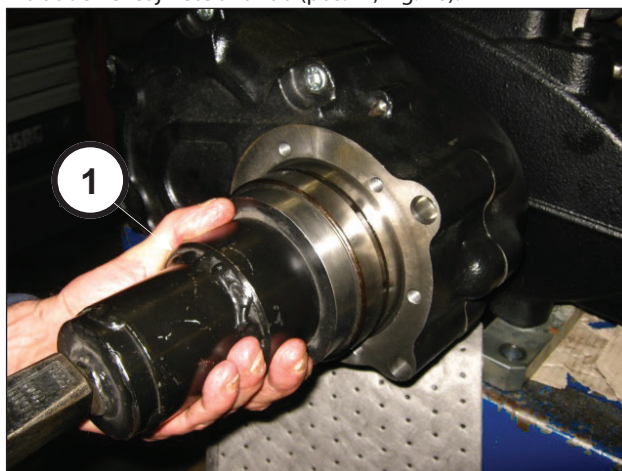
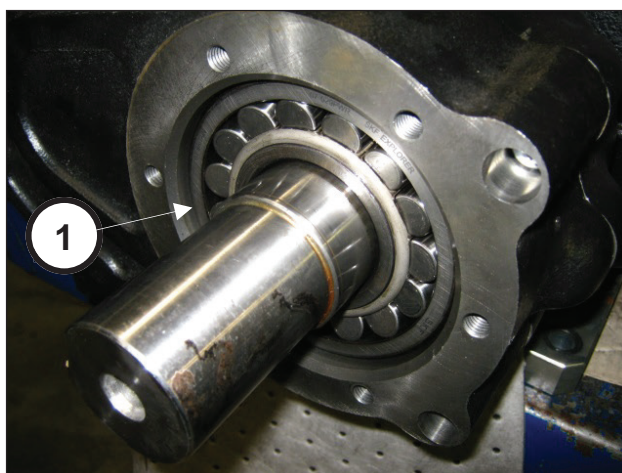

Fig. 75
Fig. 76
Utilizando la herramienta cód. 27887000 (pos. ①, Fig. 75) introducir el cojinete a fondo (pos. ①, Fig. 76).